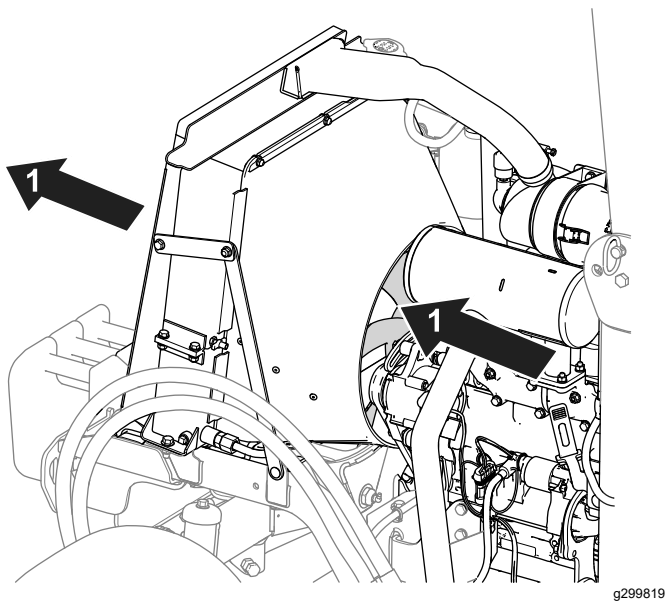

Рисунок 71
- Используйте сжатый воздух для очистки ребер радиатора. Направляйте воздух от машины (Рисунок 71).